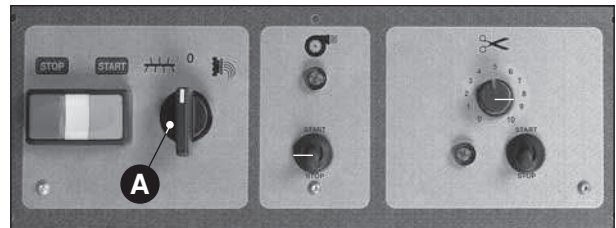

Fig. 32
Tourner le sélecteur en position de pétrissage  (Fig. 32 A) et vérifier ensuite :
- Que le malaxeur tourne dans le sens inverse des aiguilles d'une montre (on regarde alors l'avant de la machine), lorsque l'interrupteur (Fig. 32 B) est tourné en position "malaxeur"  (la vis de sélection tourne elle aussi dans le sens inverse des aiguilles d'une montre).
- Le fonctionnement des boutons-poussoirs et des voyants lumineux suivant la symbologie indiquée (Fig. 32);